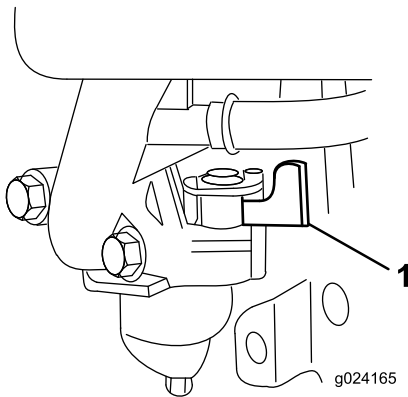

Figura 15
2. Abra la válvula de combustible moviendo la palanca de la válvula de combustible a la derecha (Figura 15).
Nota: Cierre la válvula de combustible moviendo la palanca de la válvula de combustible (Figura 15) a la izquierda a menos que vaya a volver a arrancar el motor en breve.